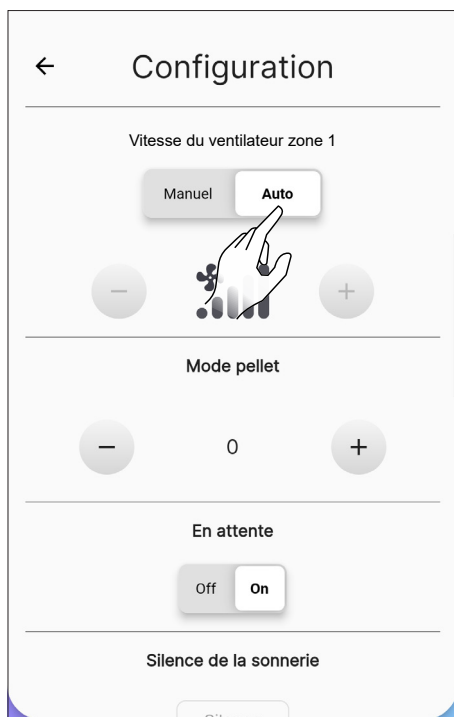

Fig. 10.13
**Cette fonction ne peut être utilisée que si le poêle est allumé (Fig. 10.13), sinon elle n'est pas modifiable (Fig. 10.12).**